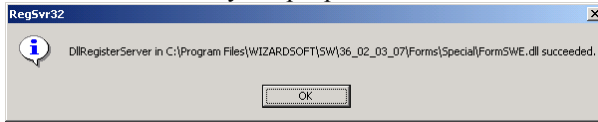

Рисунок 1. Успешная регистрация FormSWE.dll
8. В появившемся окне сообщения с заголовком «Regsvr32» нажмите «ОК». Установка модуля прошла успешно, если текст сообщения аналогичен тексту в окне на Рисунок 1.